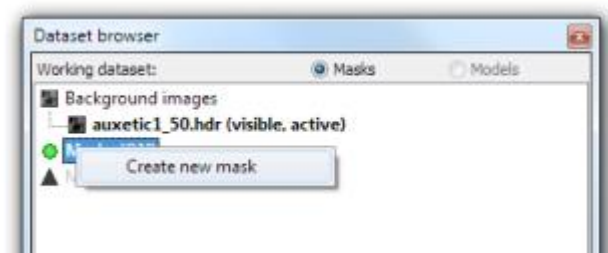

图 1-5 在数据浏览窗口建立新蒙板
1. 在 Data browser 中,右键点击 **Mask (ON)**,建立新蒙版
2. 选择 **Create new mask** 如图 1-5